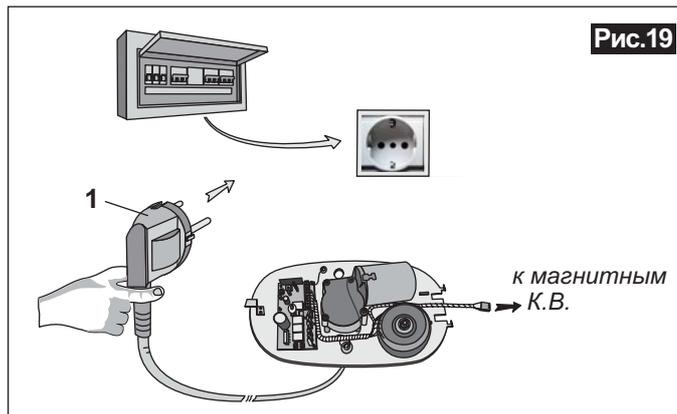

Рис.19
- Подключение питания необходимо произвести с помощью Кабеля, поставляемого в комплекте (**Рис.19, поз.1**).